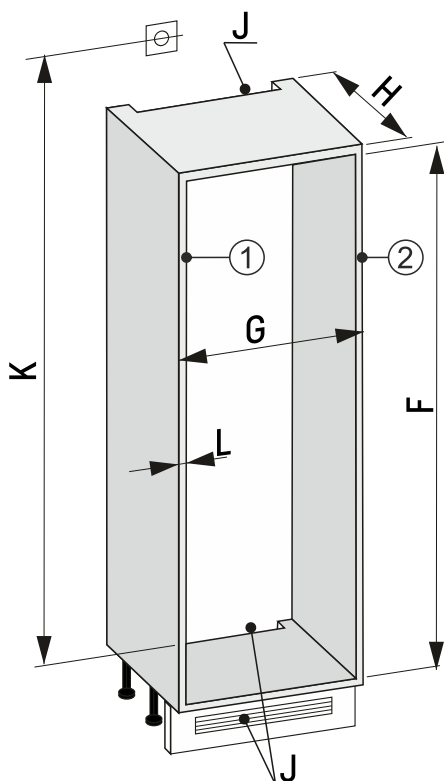

Fig. 91 30"-niša
► Izmerite debelino stene pohišva Fig. 91 (L).